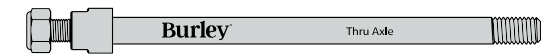

Figura 25
**Eje pasante:** visite [Burley.com](http://Burley.com) para consultar cómo montarlo e instalarlo correctamente en la bicicleta (Figura 25).